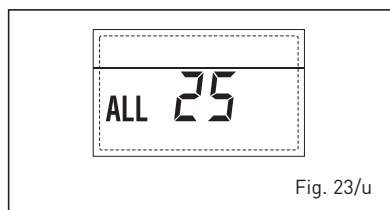

Fig. 23/u
- ANOMALIA GUASTO SONDA SOLARE S3 "ALL 26" (fig. 23/v)